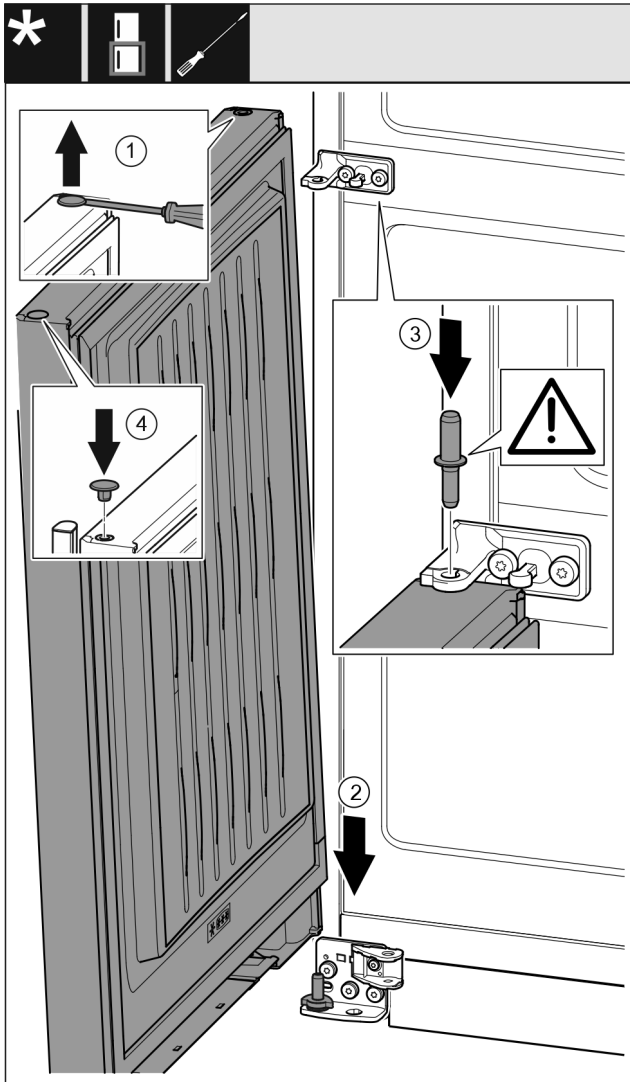

Fig. 29
- Stopfen Fig. 29 (1) vorsichtig mit einem Schlitzschraubendreher anheben und herausziehen.
- Tür Fig. 29 (2) von oben auf den unteren Lagerbolzen aufsetzen.
- Lagerbolzen Mitte Fig. 29 (3) durch Lagerbock Mitte in die untere Tür einsetzen. Dabei darauf achten, dass der Rastnocken nach hinten zeigt.
- Stopfen Fig. 29 (4) auf der anderen Türseite wieder einsetzen.